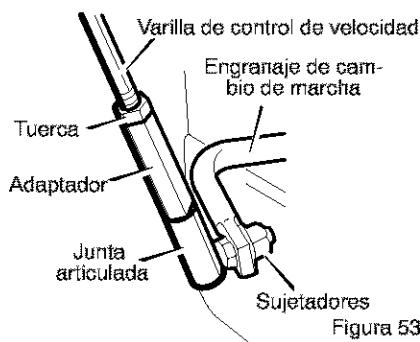

Figura 53
4. Conecte el **Junta articulada**, ubicada en el extremo inferior de la **varilla de control de velocidad** al **conjunto de horquilla de cambios**. Vea la Figura 53. La fábrica se encarga de conectar los **sujetadores** a la **Junta articulada**.